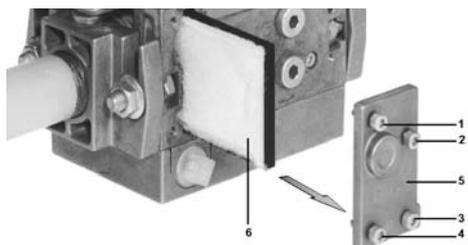

Fig. 37
- 2 Svitare le viti 1 ÷ 4 con una chiave esagonale n. 3 e togliere il coperchio del filtro 5 in Fig. 37.